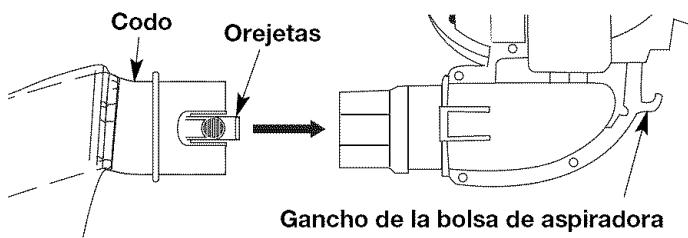

**Fig. 5**
- Mientras mantiene abierta la puerta de la aspiradora, localice el tubo de la aspiradora armado (armado en el Paso 2). Ponga el tubo de modo que el área plana esté de frente a la puerta de la aspiradora. Las ranuras en el costado del tubo se alinearán con las pequeñas lengüetas en la admisión del impulsor (Fig. 5). Desde el exterior, alinee la pequeña flecha en el tubo de aspiradora con el punto que está en la admisión del impulsor.